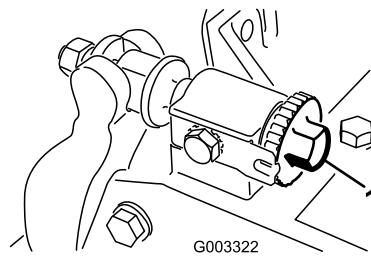
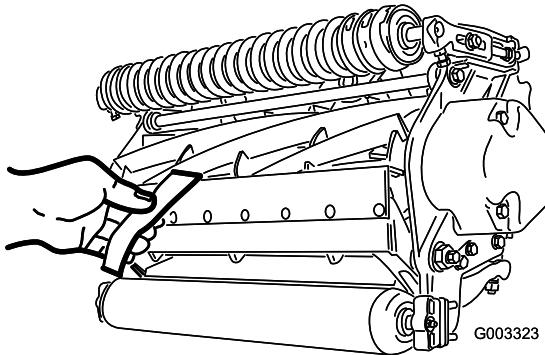

Figura 8
Figura 9
1. Posizionate la macchina su una superficie piana e uniforme. Accertatevi di eliminare il contatto del cilindro ruotando le viti di regolazione della barra di appoggio in senso antiorario (Figura 8).
Importante: Accertatevi che i dadi sull'estremità posteriore delle viti di regolazione della barra di appoggio non poggiino sul piano di lavoro (Figura 8).
3. Ad una estremità del cilindro, inserite una striscia di carta da giornale tra il cilindro e la controlama (Figura 9). Mentre ruotate leggermente in avanti il cilindro, ruotate la vite di regolazione della barra di appoggio (Figura 8) in senso orario (sullo stesso lato del cilindro, uno scatto per volta) finché la carta - inserita dalla parte anteriore, parallelamente alla controlama - non verrà leggermente compressa, se inserita dalla parte anteriore, parallelamente alla controlama. Avvertirete una leggera resistenza mentre la carta viene tirata.
5. Una volta terminata la regolazione, verificate che il cilindro comprima la carta, quando viene inserita dalla parte anteriore, e che tagli la carta, quando viene inserita ad angolo retto rispetto alla controlama (Figura 9). Deve essere possibile tagliare la carta con un contatto minimo tra la controlama e le lame del cilindro. Se risulta evidente una resistenza del cilindro/un contatto eccessivo, sarà necessario lappare o riaffilare l'apparato di taglio per ottenere il livello di affilatura necessario per un taglio di precisione (Fate riferimento al manuale Toro per l'affilatura del cilindro e delle macchine a taglio rotativo , Modulo N. 80-300PT).